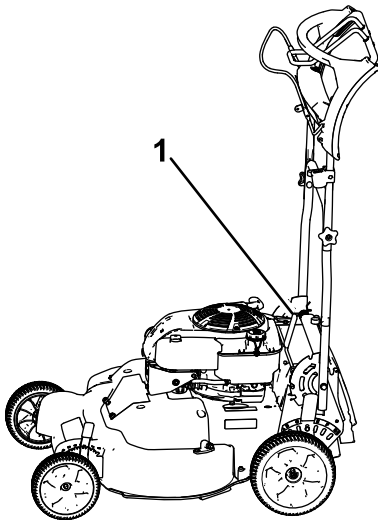

Figure 38
1. Bloquez le guidon en position verticale (Figure 38) ; voir Réglage de la hauteur du guidon (page 12).